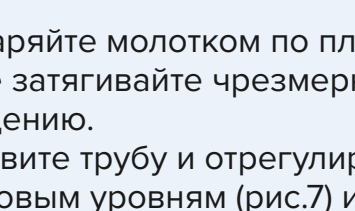

Рис.7
7. Установите трубу и отрегулируйте вертикальное положение по пузырьковым уровням (рис.7) или при помощи линейки - уровня. Если угол уклона кровли больше 50° - обработайте острым ножом нижнюю часть трубы, препятствующую наклону.